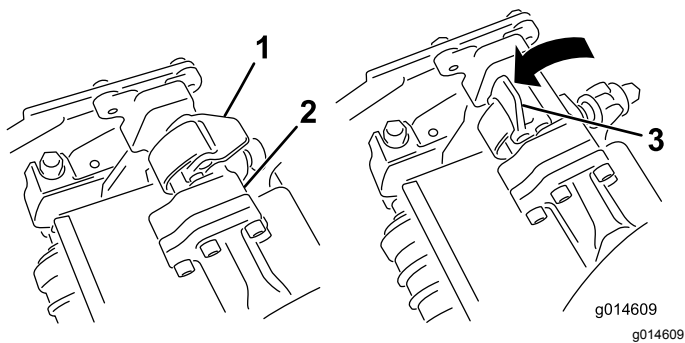
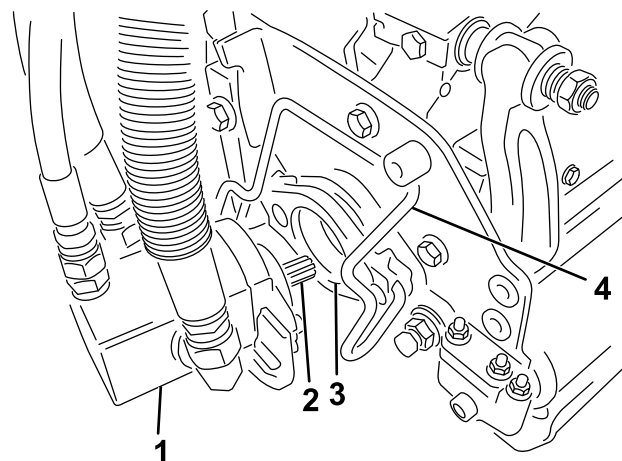

Figura 44
Figura 45
3. Con los enganches del brazo de suspensión orientados hacia arriba (es decir, abiertos (Figura 44), empuje hacia abajo el brazo de suspensión de modo que la barra encaje en la barra situada en la parte superior de la unidad de corte (Figura 45).
4. Presione los enganches hacia abajo alrededor de la barra de la unidad de corte y bloquéelas (Figura 44).
4. Abra los enganches de la barra del brazo de suspensión de la unidad de corte que está retirando (Figura 44).